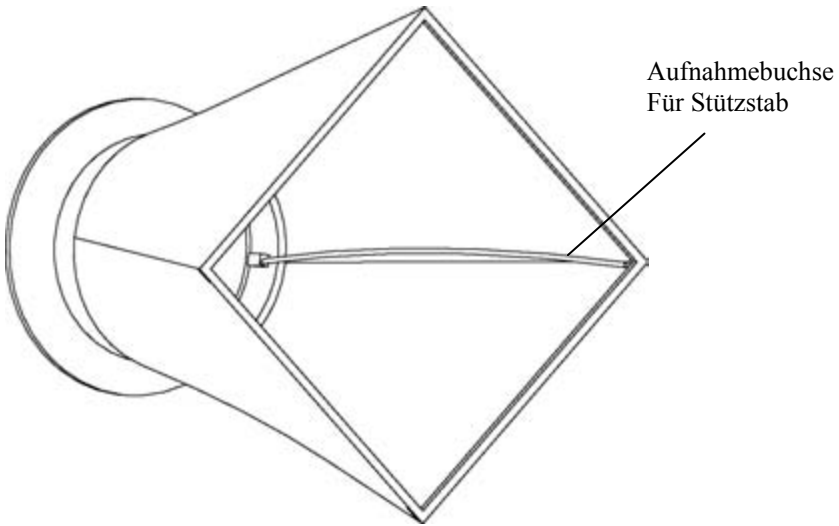

Abbildung 5.: Montage des Stützstabs
- 3 Erfassen Sie den Stützstab. Biegen Sie den Stab leicht so, dass das obere Ende des Stabs wie in Abbildung 5 dargestellt in das Aufnahmestück in der Ecke des Geweberahmens passt.